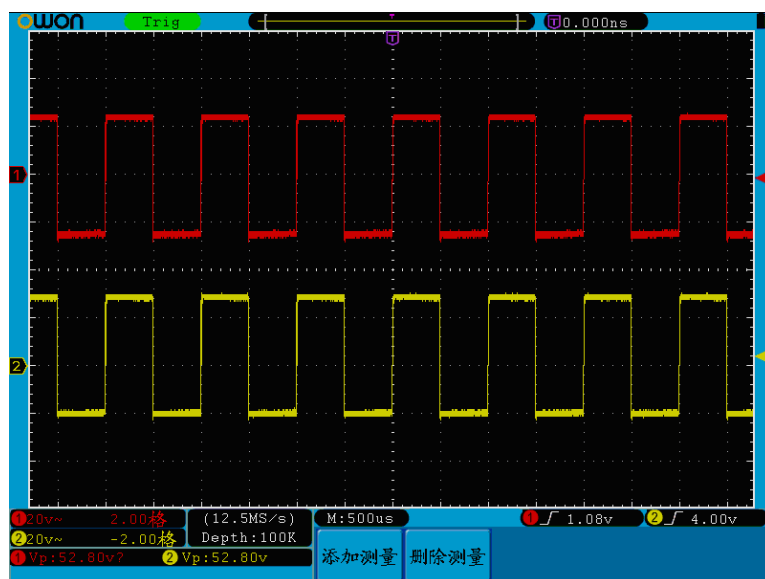

图 7-2：增益测量波形
- (1) 按下 **自动设置** 按键。示波器自动把两个通道的波形调整到合适的显示状态。
- (2) 按下 **测量** 按键显示测量菜单。
- (3) 按 **H1** 键弹出右边菜单。
- (4) 按 **F2** 键，选择 **CH1**。
- (5) 按 **F1** 键，旋转 **通用** 旋钮选择 **类型** 为 **峰-峰值**。
- (6) 按 **F2** 键，选择 **CH2**。
- (7) 再按 **F1** 键，旋转 **通用** 旋钮选择 **类型** 为 **峰-峰值**。
- (8) 从屏幕左下角测量值显示区域读出通道1和通道2的峰-峰值。见图 7-2。
- (9) 利用以下公式计算放大器增益。